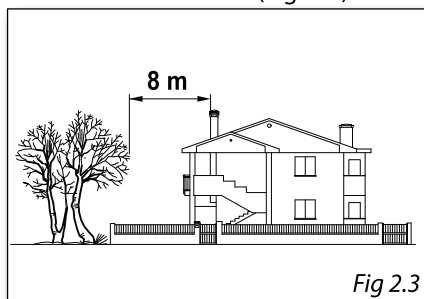

Fig 2.3
- Per evitare ritorni di fumi, eventuali ostacoli come alberi, fabbricati, ecc. dovranno essere ad almeno 8 metri dall'uscita della canna fumaria (Fig. 2.3).